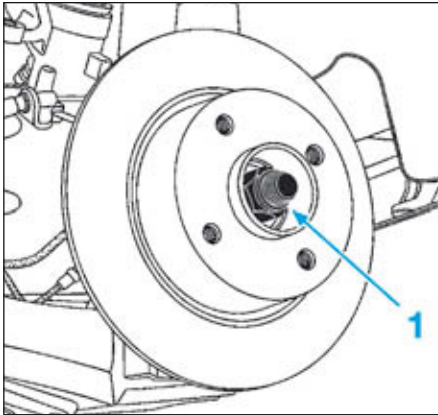

FIG.9
- Déposer l'écrou (1) du disque/moyeu (Fig.9).